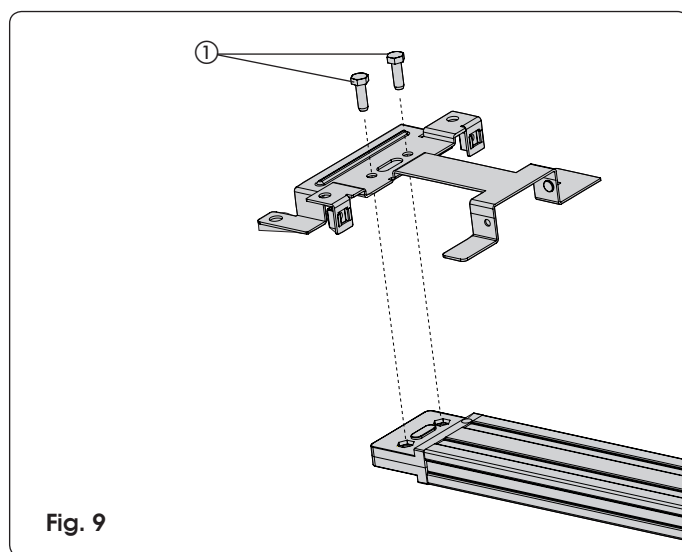

Fig. 9
Prima di fissare la guida di scorrimento al soffitto, assemblare l'attacco posteriore nell'apposita sede sul gruppo innesto trazione ed avvitare le viti come indicato in Fig. 9 ①.